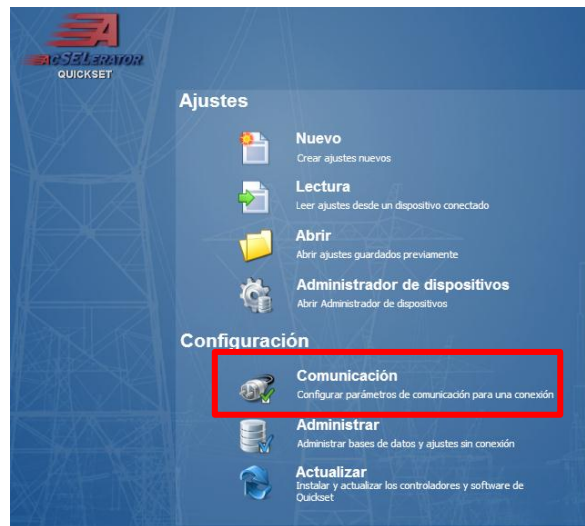

Figura 19. Comunicación
1. Una vez abierto el programa ingresar a la opción “Comunicación”, como se observa en la figura 19.